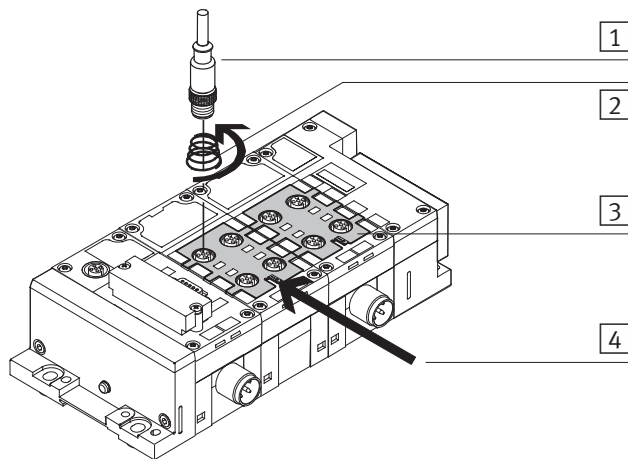

Рис. 1/4: Соединение экранирующих щитков
- Соедините контакт заземления экранирующего щитка согласно Рис. 1/4 низкоомным проводом с потенциалом функционального заземления (FE). Расположенные рядом друг с другом экранирующие щитки соединяются пружинными скобами и не должны быть соединены с FE по отдельности.